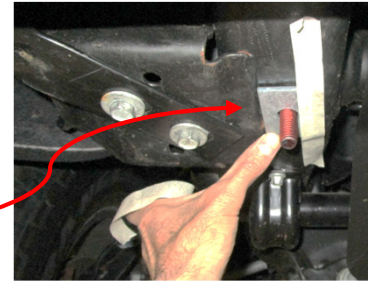

Figure 4.
- Installer une cale** - Installez les cales de 3/16 po (article 5) sur les boulons de carrosserie et fixez la base sur le châssis avec du ruban; des deux côtés. **REMARQUE :** Assurez-vous que les cales sont à plat contre la base du châssis; des deux côtés. **Voir la figure 4.**
4. **Installer une cale** - Installez les cales de 3/16 po (article 5) sur les boulons de carrosserie et fixez la base sur le châssis avec du ruban; des deux côtés. **REMARQUE :** Assurez-vous que les cales sont à plat contre la base du châssis; des deux côtés. **Voir la figure 4.**